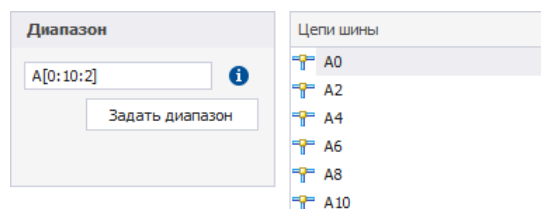

Рис. 185 Добавление диапазона - префикс, диапазон и шаг диапазона
- с шагом ввода диапазона – Prefix[Min:Max:N], где N – целое число, которое меньше или равно Max, см. Рис. 185.